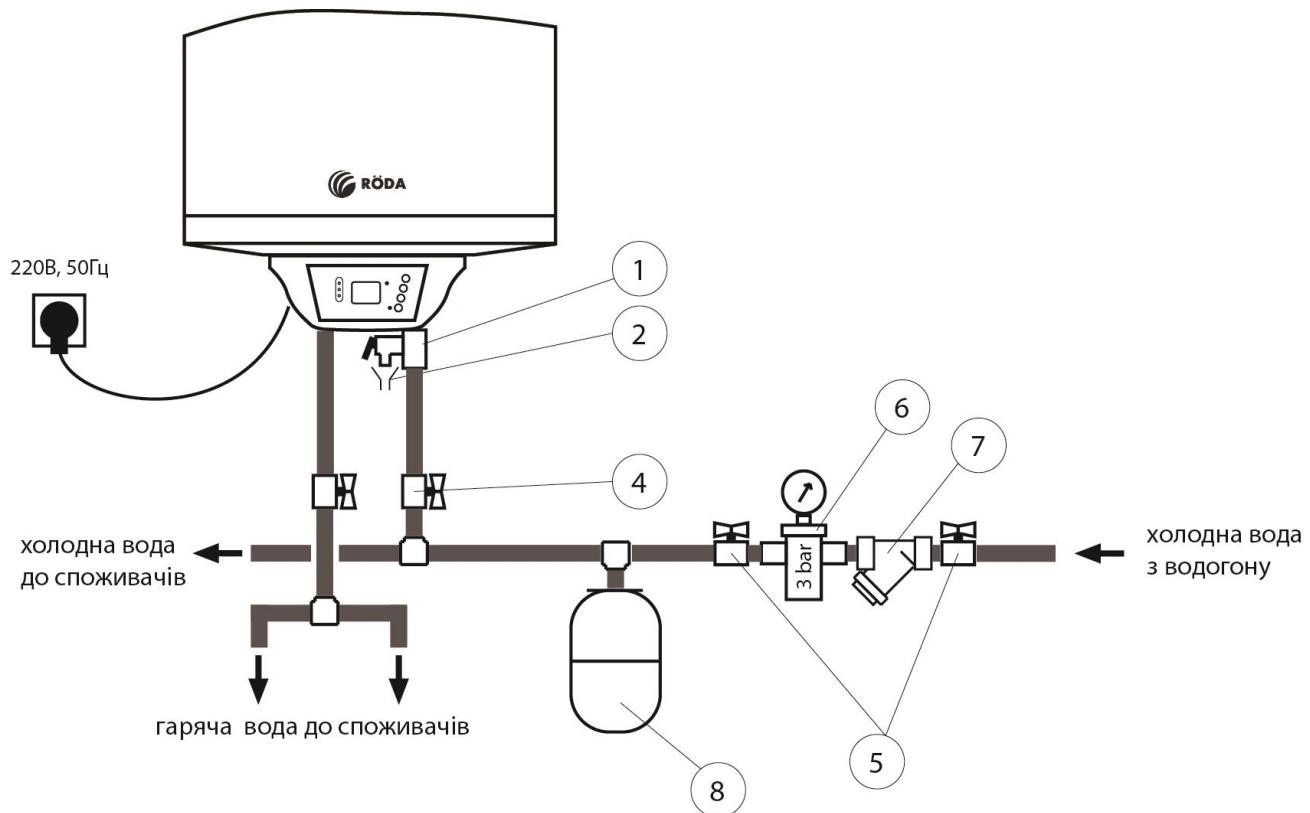

Рис. 4 – Схема підключення до водогону.
- Під час нагріву води з отвору викиду води запобіжного клапана може надходити вода. Це нормальне явище. Однак, у випадку великих витоків слід зв'язатися з фахівцями з технічного обслуговування. Отвір викиду води із запобіжного клапану ні за яких обставин не повинен бути заблокований, в іншому випадку це може привести до виходу водонагрівача з ладу. При частому спрацюванні запобіжного клапану необхідно проконтролювати тиск холодної води на вході і якщо він перевищує 3 барі встановити редуктор тиску та розширювальний бак (див рис.4).
До патрубку викиду води з запобіжного клапану слід підключити гнучку трубку та вивести її до каналізації. При перевищенні максимального робочого тиску води в водонагрівачеві, запобіжний клапан відкриється та зіллє деяку кількість води в каналізацію. При цьому тиск у водонагрівачеві зменшиться. Запобіжний клапан захистить ваш водонагрівач від виходу із ладу при перевищенні тиску. Запобіжний клапан також виконує функцію зворотного клапану, він не дозволяє воді з приладу витікати в мережу холодного водопостачання. Тому встановлювати запобіжний клапан потрібно тільки на вході холодної води під нагрівачем, як показано на рис. 4.
Відсічні крани 4 (див рис.4) призначені для відключення водонагрівача при проведенні робіт з ремонту або технічного обслуговування.